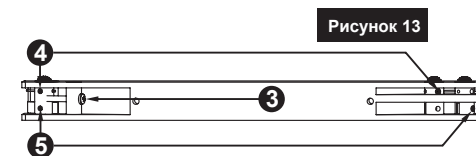

Рисунок 13
7. Ослабить винт 3 натяжителя (см. Рис. 13);
8. Открутить фиксирующие винты 4 (см. Рис. 13) (при необходимости смены отрезающей проволоки) или 5 (при необходимости смены нагревательной ленты);